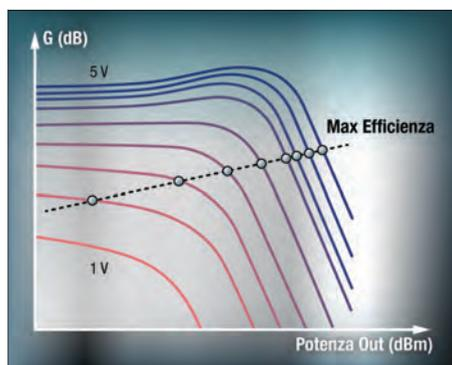

Fig. 7 - Massima efficienza del sistema ET
- Efficienza ridotta: la maggior dissipazione di potenza riflette nel funzionamento complessivo dell'amplificatore con riduzione dell'efficienza (Fig. 7).